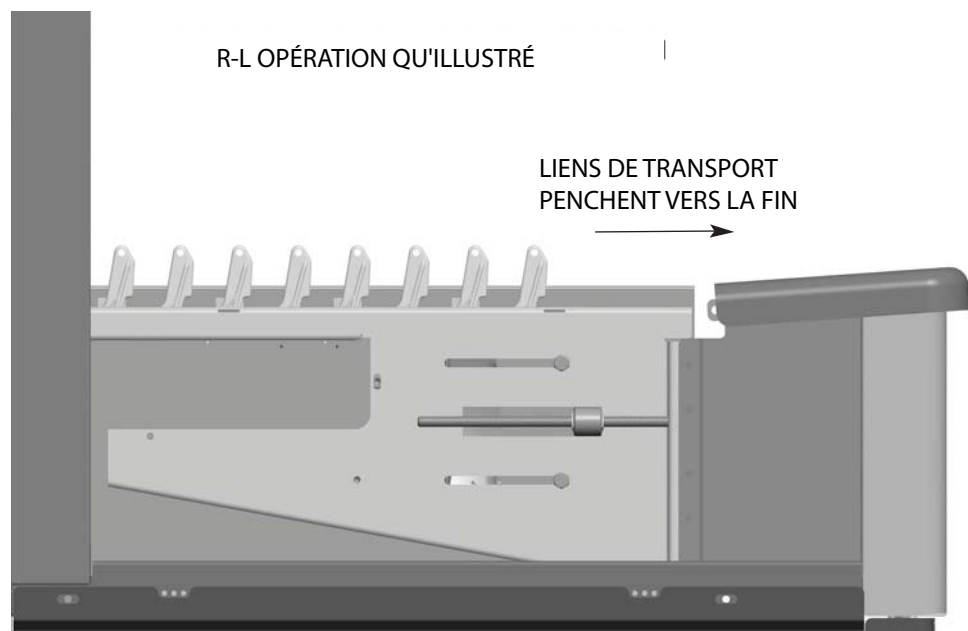

Fig. 34
- Positionnez la première section du convoyeur en ligne avec la machine, à l'extrémité de chargement. Les maillons à raclette doivent pencher en direction de l'extrémité de chargement de la machine. (Fig. 34).